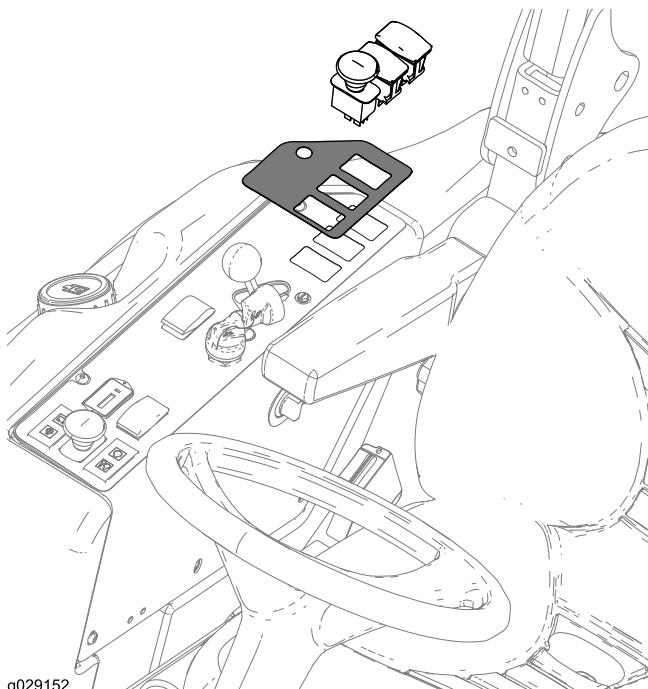

Figura 20
- Sul lato inferiore del quadro di comando, individuate e rimuovete le 3 linguette in cui saranno installati gli interruttori (Figura 20).
- Praticate gli stessi fori nell'adesivo del quadro di comando (Figura 20).
- Installate l'adesivo e gli interruttori come mostrato nella Figura 20.